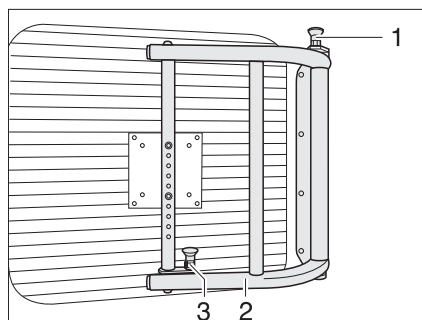

Fig. 61 Bras pivotant pour écran plat
- Tirer les boutons de déverrouillage (Fig. 61,1 et 3) vers le haut pour déverrouiller le bras pivotant.
- Faire pivoter l'écran plat et son support (Fig. 61,2) dans la position souhaitée.